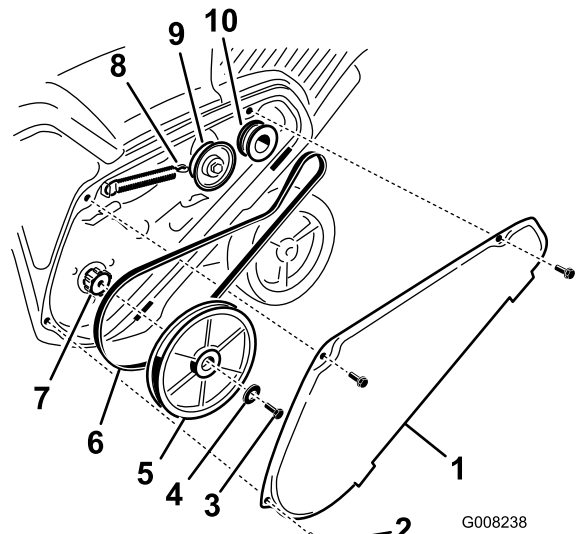

Figure 27
2. Débranchez le ressort de frein du bras de la poulie de tension pour détendre la courroie (Figure 27).
3. Enlevez la vis et la rondelle bombée qui retiennent la poulie de rotor (Figure 27).
4. Retirez la poulie de rotor et la courroie d'entraînement (Figure 27).
Remarque: Acheminez la courroie neuve autour de la poulie du moteur, puis de la poulie de tension, et enfin autour de la poulie de rotor desserrée, située juste au-dessus de l'arbre de rotor (Figure 27).
6. Montez la poulie de rotor sur l'arbre de rotor (Figure 27).
7. Montez la rondelle bombée et le boulon de fixation de la poulie de rotor, et serrez-les solidement (Figure 27).